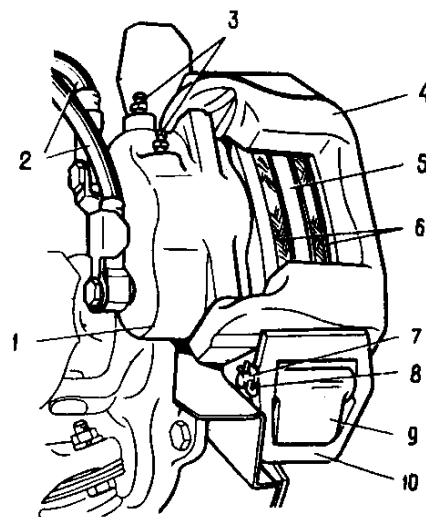

Fig. 59. Freno a disco anteriore:
Ogni 10 000 km controllate le condizioni delle ganasce 6 (fig. 59). Per togliere le ganasce, estraete il perno 7 trattene-
2. Togliete i cappucci in gomma delle valvole di disaerazione 3 (fig. 59) e 2 (fig. 62). Pulite le valvole.